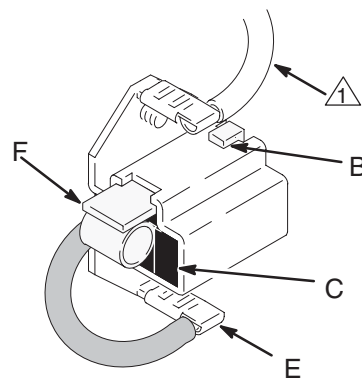

Fig. 6
1. Fig. 6. Instale la nueva escobilla (F), con el cable, en el portaescobillas (C).
3. Fig. 6. Instale la abrazadera de resorte (A). Introduzca el gancho (B) en el portaescobillas (C).